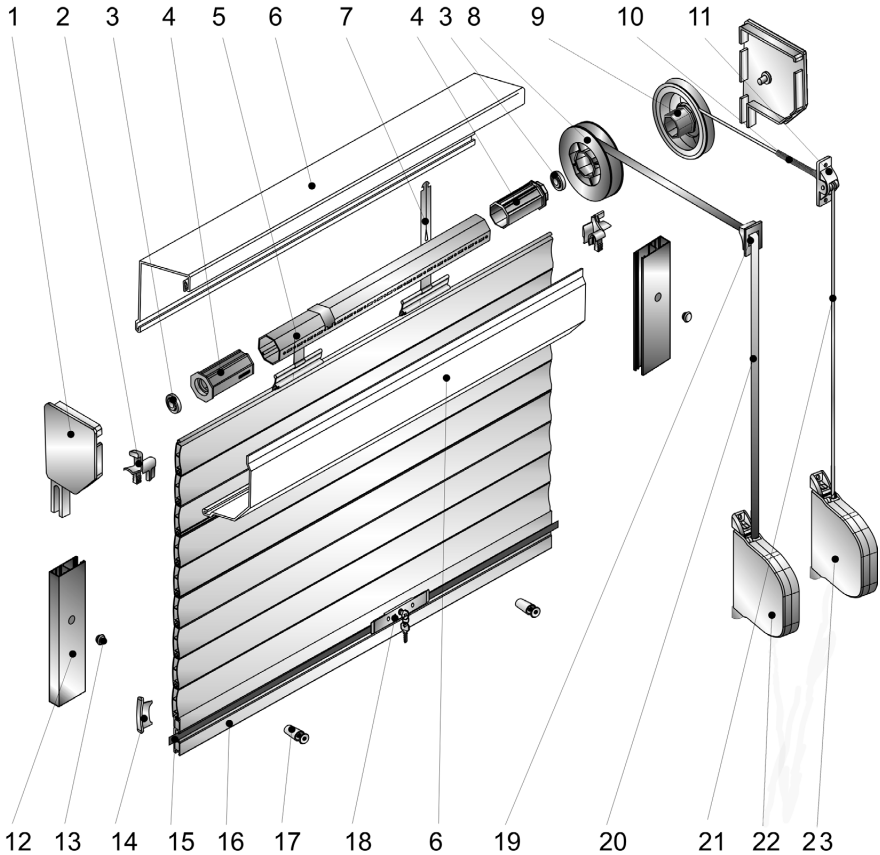

Рис. 4. Комплектация роллет с ленточным или шнуровым приводами:
- ленточный (рис. 4 п. 20)
- шнуровой (рис. 4 п. 21)